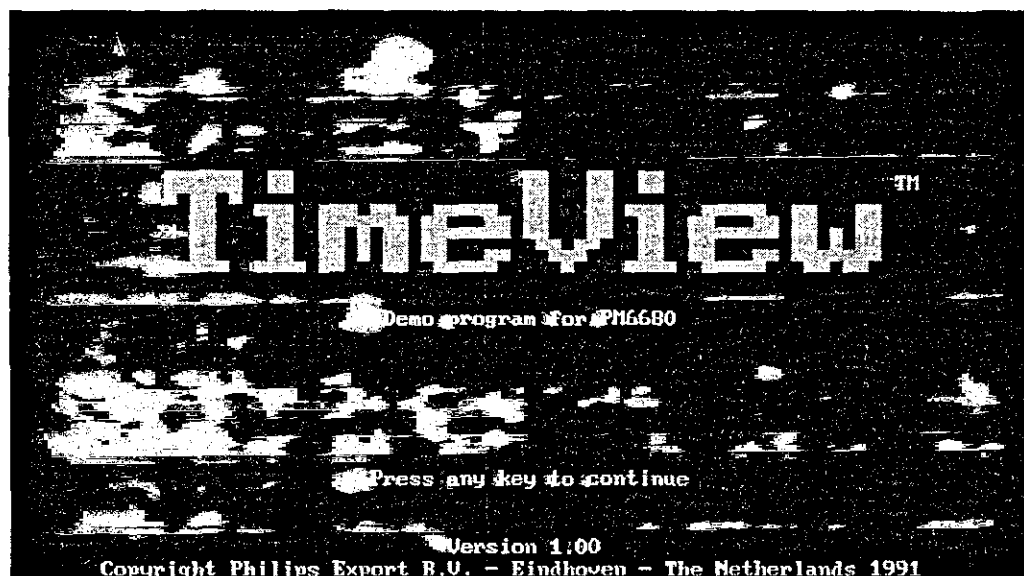

Figure 10 :Écran d'ouverture du programme Timeview pour permettre de visualiser les signaux acquis en usine et d'effectuer une TFR.
| Figure 10 : Écran d'ouverture du programme Timeview pour permettre de visualiser les signaux acquis en usine et d'effectuer une TFR | 12 |
- 14) L'écran suivant apparaît (fig. 10) suivi de «No data».